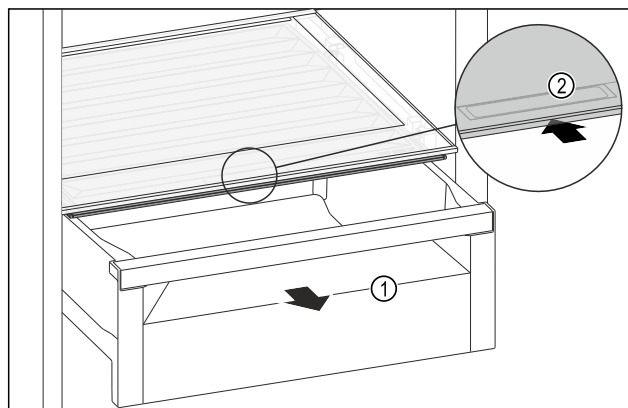

Fig. 162
- ▶ Zásuvku Fig. 162 (1) vytáhněte.
- ▶ Uchopte prohlubeň pro rukojeť Fig. 162 (2) na víku zásuvky a současně zasuňte víko zásuvky směrem dozadu.